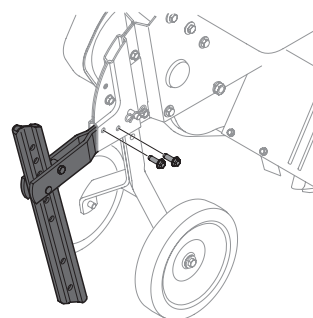

Figure 4
2. Retirez les deux boulons du support du boîtier d'engrenages. Voir Figure 4.
3. Insérez le support horizontal dans les supports du boîtier d'engrenages horizontaux et fixez la tige de profondeur en place avec les boulons retirés à l'étape 2. Voir Figure 4.